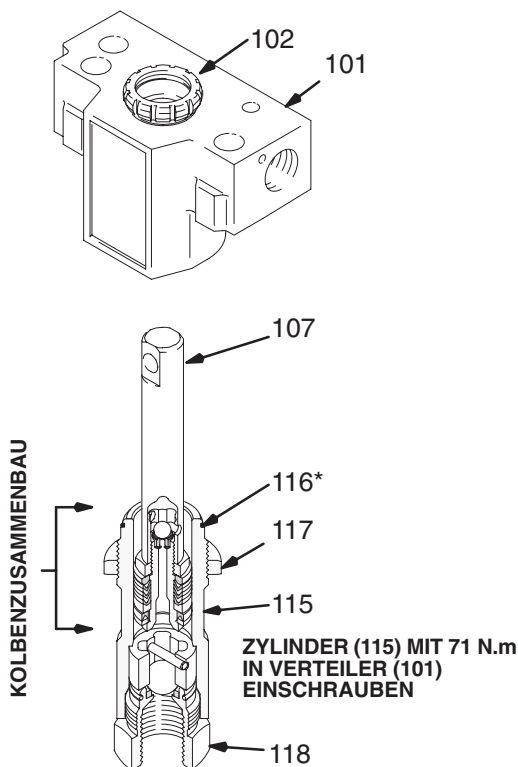

Abb. 7
10. Packungsmutter (102) und Stopfen (124) installieren, aber im Moment noch nicht anziehen. Siehe Abb. 7.
11. Einen neuen O-Ring (116*) fest in die Zylinderrille (115) drücken. Siehe Abb. 7.
12. Kolbenstange und Packungen einölen. Den Satz vorsichtig **VON OBEN IN DEN ZYLINDER (115)** schieben. Siehe Abb. 7.
13. Das Einlaßventil (118) in einen Schraubstock einspannen und dessen Teile zusammenbauen. Siehe Seite 4. Den Zylinder (115) auf das Ventil (118) schrauben. Die Gegenmutter (117) ganz hineindreihen. Siehe Abb. 7.
14. Den Verteiler in einen Schraubstock einspannen. Den Stangen-/Zylindersatz durch den Verteiler (101) nach oben führen. Den Zylinder (115) in den Verteiler schrauben und mit 71 N.m anziehen. Siehe Abb. 7.
15. Einlaßventil (118) mit 71 N.m anziehen. Siehe Abb. 7.
16. Zylindermutter (117) auf 98 N.m anziehen. Siehe Abb. 7.